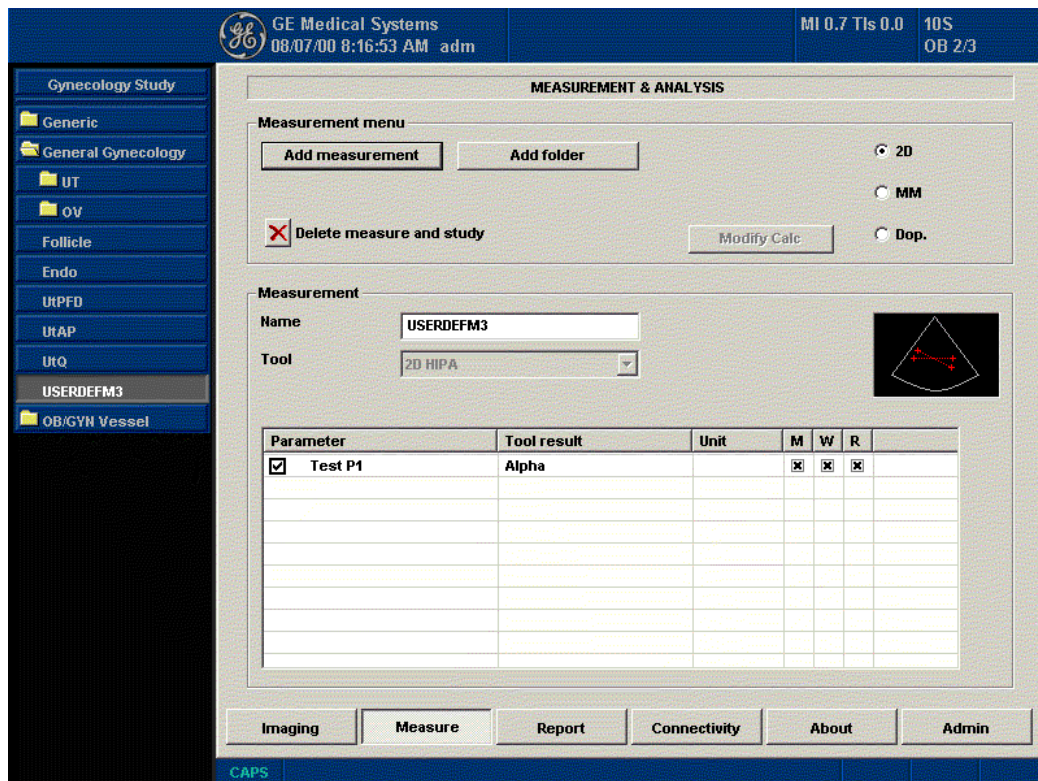

Рис. 7-23. Измерение и анализ: Добавление измерения
- Если вы создали нерабочее измерение, система добавит измерение с именем USERDEFM3. См. Рис. 7-23.